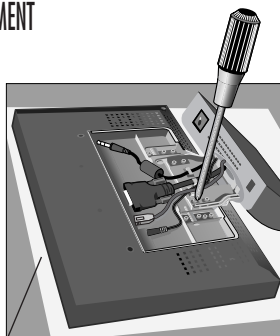

Figure R.2
3. Placez le moniteur la face vers le bas sur une surface non abrasive (Figure R.2).
4. Retirez les 4 vis connectant le moniteur au socle et soulevez le socle pour l'ôter (Figure R.2). Vous pouvez à présent modifier le montage du moniteur.